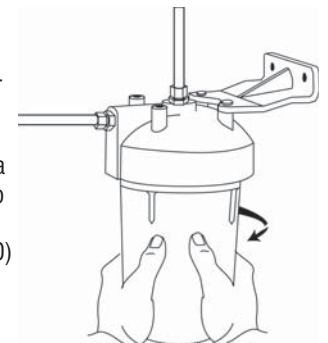

Figura 10
10. Saque el armazón agarrándolo con las dos manos y haciéndolo girar a la izquierda. Se podrá usar una llave en la tuerca cuadrada en el fondo del armazón si fuera necesario. (Figura 10)